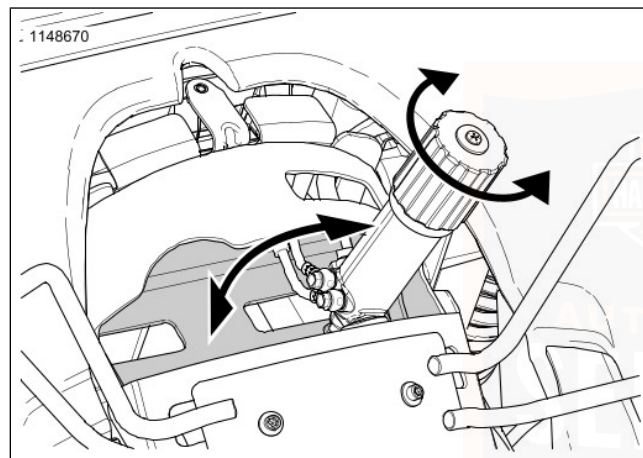

Figure 16. Régleur de suspension arrière
3. Voir Figure 16 . Tourner le bouton de réglage dans le sens horaire pour augmenter la valeur de précharge, ou dans le sens antihoraire pour la réduire, jusqu'à ce que le bouton de l'indicateur affiche la valeur de précharge appropriée sur la graduation.